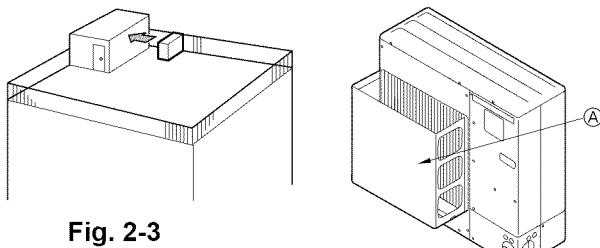

Fig. 2-3
- ① Positionner la sortie d'air vers le mur le plus proche et à environ 50 cm, 19-11/16 inch de celui-ci. (Fig. 2-3)
- ② Installer un guidage d'air et un guidage de sortie d'air en option si l'appareil a été placé à un endroit où les vents violents d'un typhon, etc. peuvent directement s'engouffrer dans la sortie d'air.